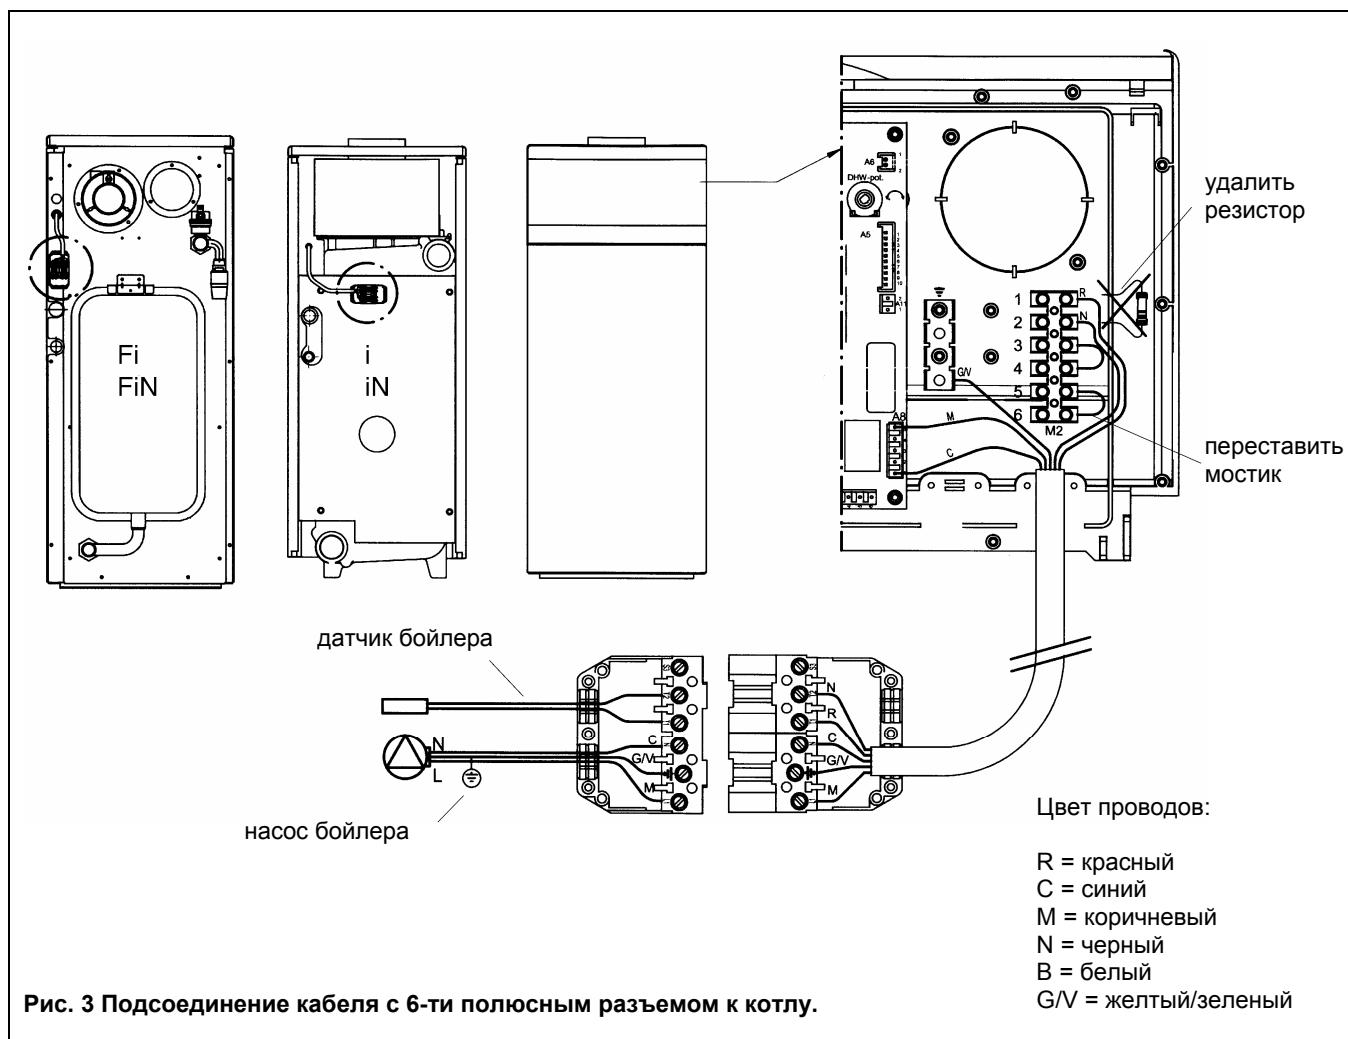

Рис. 3 Подсоединение кабеля с 6-ти полюсным разъемом к котлу.
- Подсоедините 5-ти полюсный кабель (входит в комплект поставки бойлера) к разъему A8 электронной платы котла и к клеммам 1 и 2 клеммной колодки M2 (провод черно-красный), затем удалить резистор. По окончании подсоединить кабель заземления (см. рис.3).
- Провести кабель через специальные кабелодержатели и зафиксировать 6-ти полюсный разъем с обратной стороны котла с помощью винтов, входящих в комплект поставки, затем снять крышки с разъема (рис.3).
СМОТРИ ТАКЖЕ РИСУНОК 3